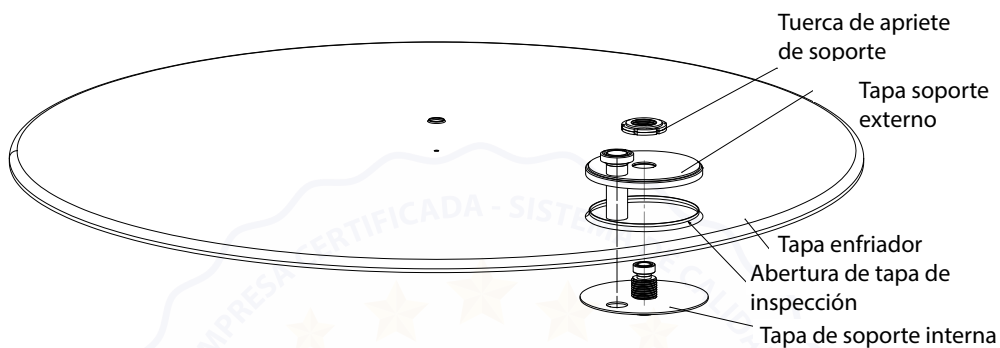

Imagen 7 - Aperto do Suporte Spray sobre a tampa
2. Posicionar los conjuntos conforme Imagen 7. Los agujeros existentes en la tapa del soporte externo e interno están alineados.